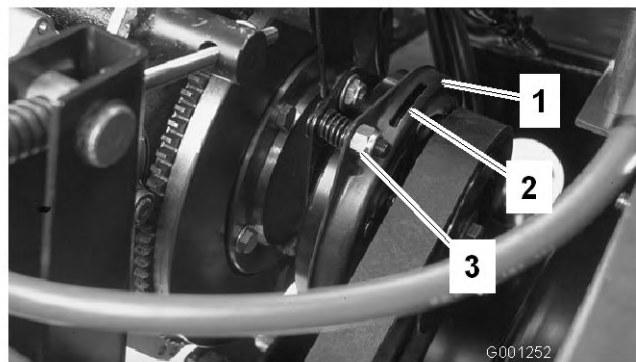

Figura 66
- Ajuste el entrehierro hasta que pueda deslizarse una galga de 0,381 mm entre la guarnición del embrague y la placa de fricción con una ligera presión (Figura 66). El entrehierro puede reducirse girando la tuerca de ajuste en el sentido de las agujas del reloj (Figura 66). El entrehierro máximo es de 0,762 mm. Ajuste las tres distancias entre los electrodos.